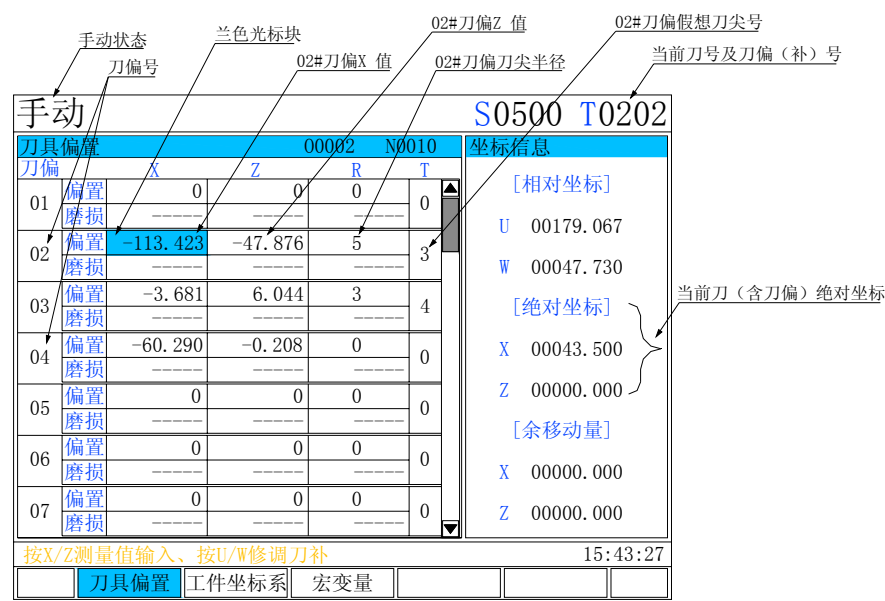

图 7.1.1-2
- (1) 如果机床装有机械零点开关，按 **回机床零** 键进入机床回零操作方式，使四轴回机床零点；
- (2) 切换到手动刀具偏置页面，如下图 7.1.1-2；（建议 P016 位 7=1：手动换刀带刀偏）